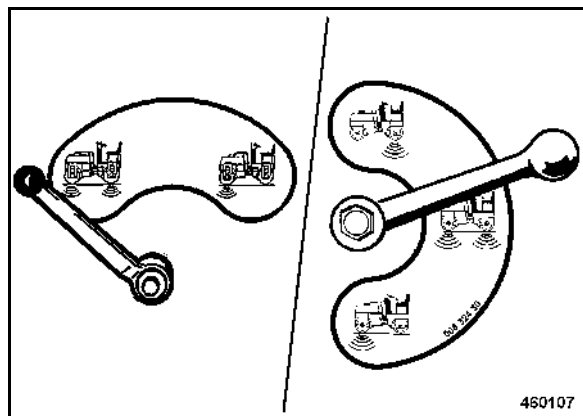

fig. 66
- Présélectionner le ou les bandages au robinet à boisseau (fig. 66).